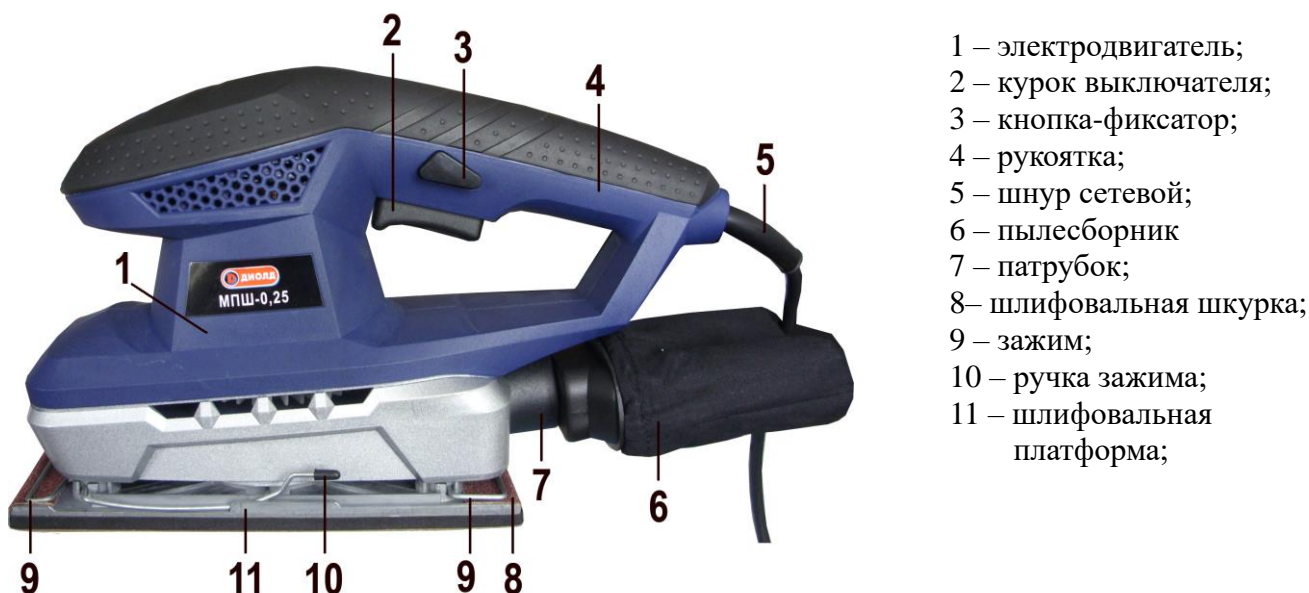

Рис. 1. Общий вид машины
4.1. Машина (рис. 1) состоит из следующих основных частей: электродвигателя; шлифовальной платформы, рукоятки.